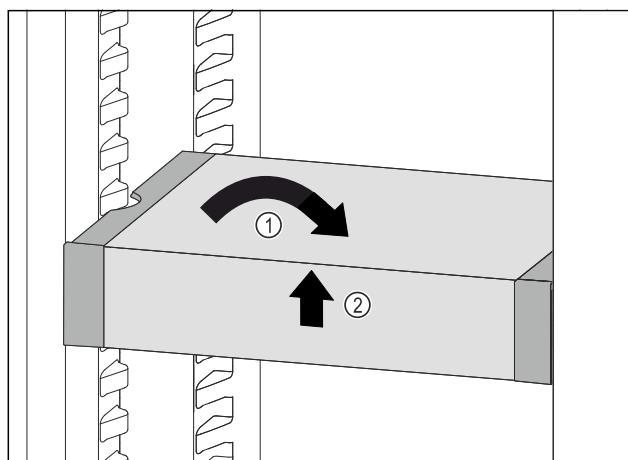

Fig. 49
- ▶ Ispravite VarioSafe. Fig. 49 (1)
- ▶ Podignite sprjeda VarioSafe. Fig. 49 (2)